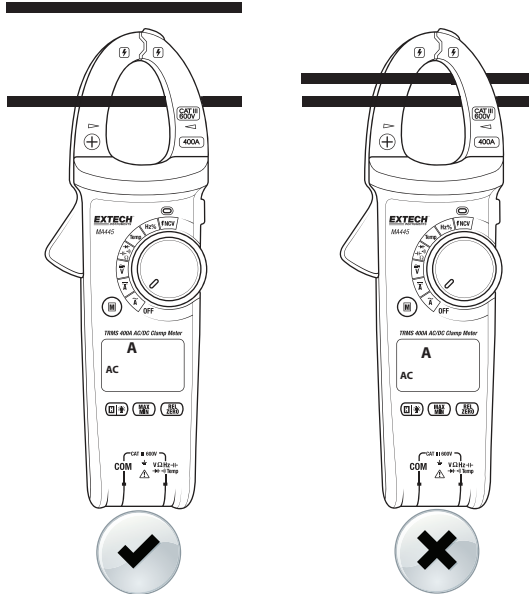

Fig. 2 – Utilizzo corretto e scorretto della pinza ACA
4. Posizionare la pinza solo intorno a un conduttore. Si veda la Fig. 2 per l'utilizzo corretto e scorretto della pinza.
4. Premere il grilletto della morsa per aprire la morsa della pinza. Posizionare la pinza solo intorno a un conduttore. Si veda la Fig. 2 (sezione precedente) per l'utilizzo corretto e scorretto della pinza.